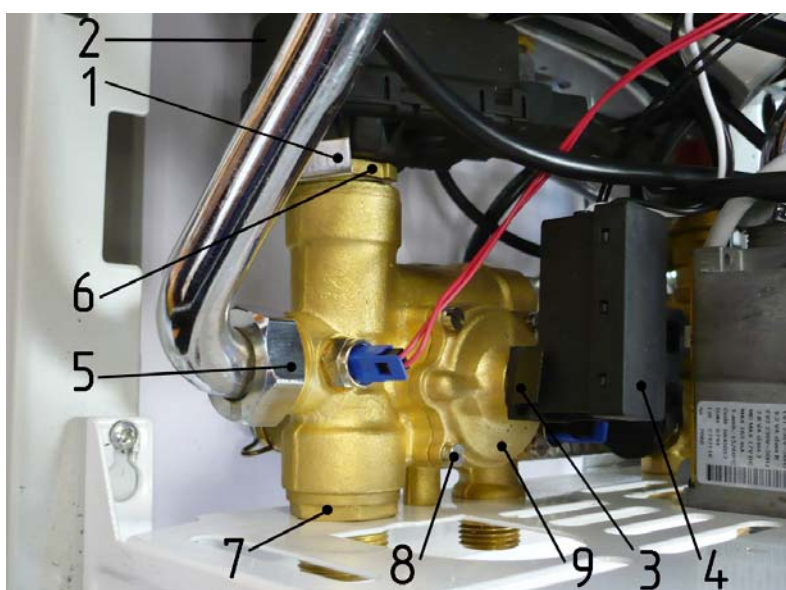

Рис. 14. Разборка трехходового клапана
- ✓ извлечь скобу 1 (см. Рис. 14) крепления электродвигателя к корпусу трехходового клапана и снять электродвигатель 2;
- ✓ извлечь скобу 3 (см. Рис. 14) датчика давления контура отопления 4 и снять датчик;
- ✓ отвернуть гайку 5 (см. Рис. 14) крепления выходной трубы контура отопления к корпусу трехходового клапана;
- ✓ вывернуть штуцера 6 и 7 (см. Рис. 14) из корпуса трехходового клапана;
- ✓ извлечь скобу 3 (см. Рис. 14) датчика протока отопления 4 и снять датчик;
- ✓ вывернуть 4 винта 8 (см. Рис. 14) крепления крышки 9 датчика протока и снять крышку;